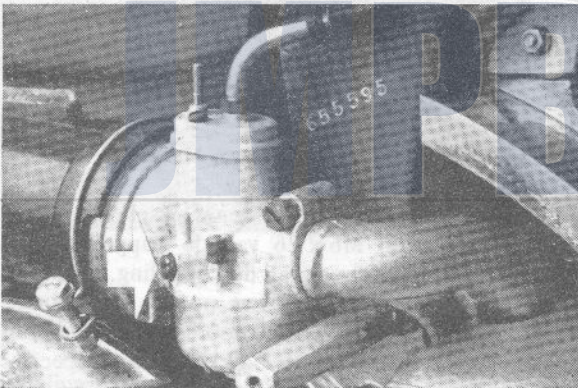

Fig. 10
- Caburateur: de aanslagbout voor de gasschuif al naar behoefte naar rechts resp. links draaien (fig. 10). (naar rechts draaien-motor loopt sneller, naar links draaien-motor loopt langzamer).